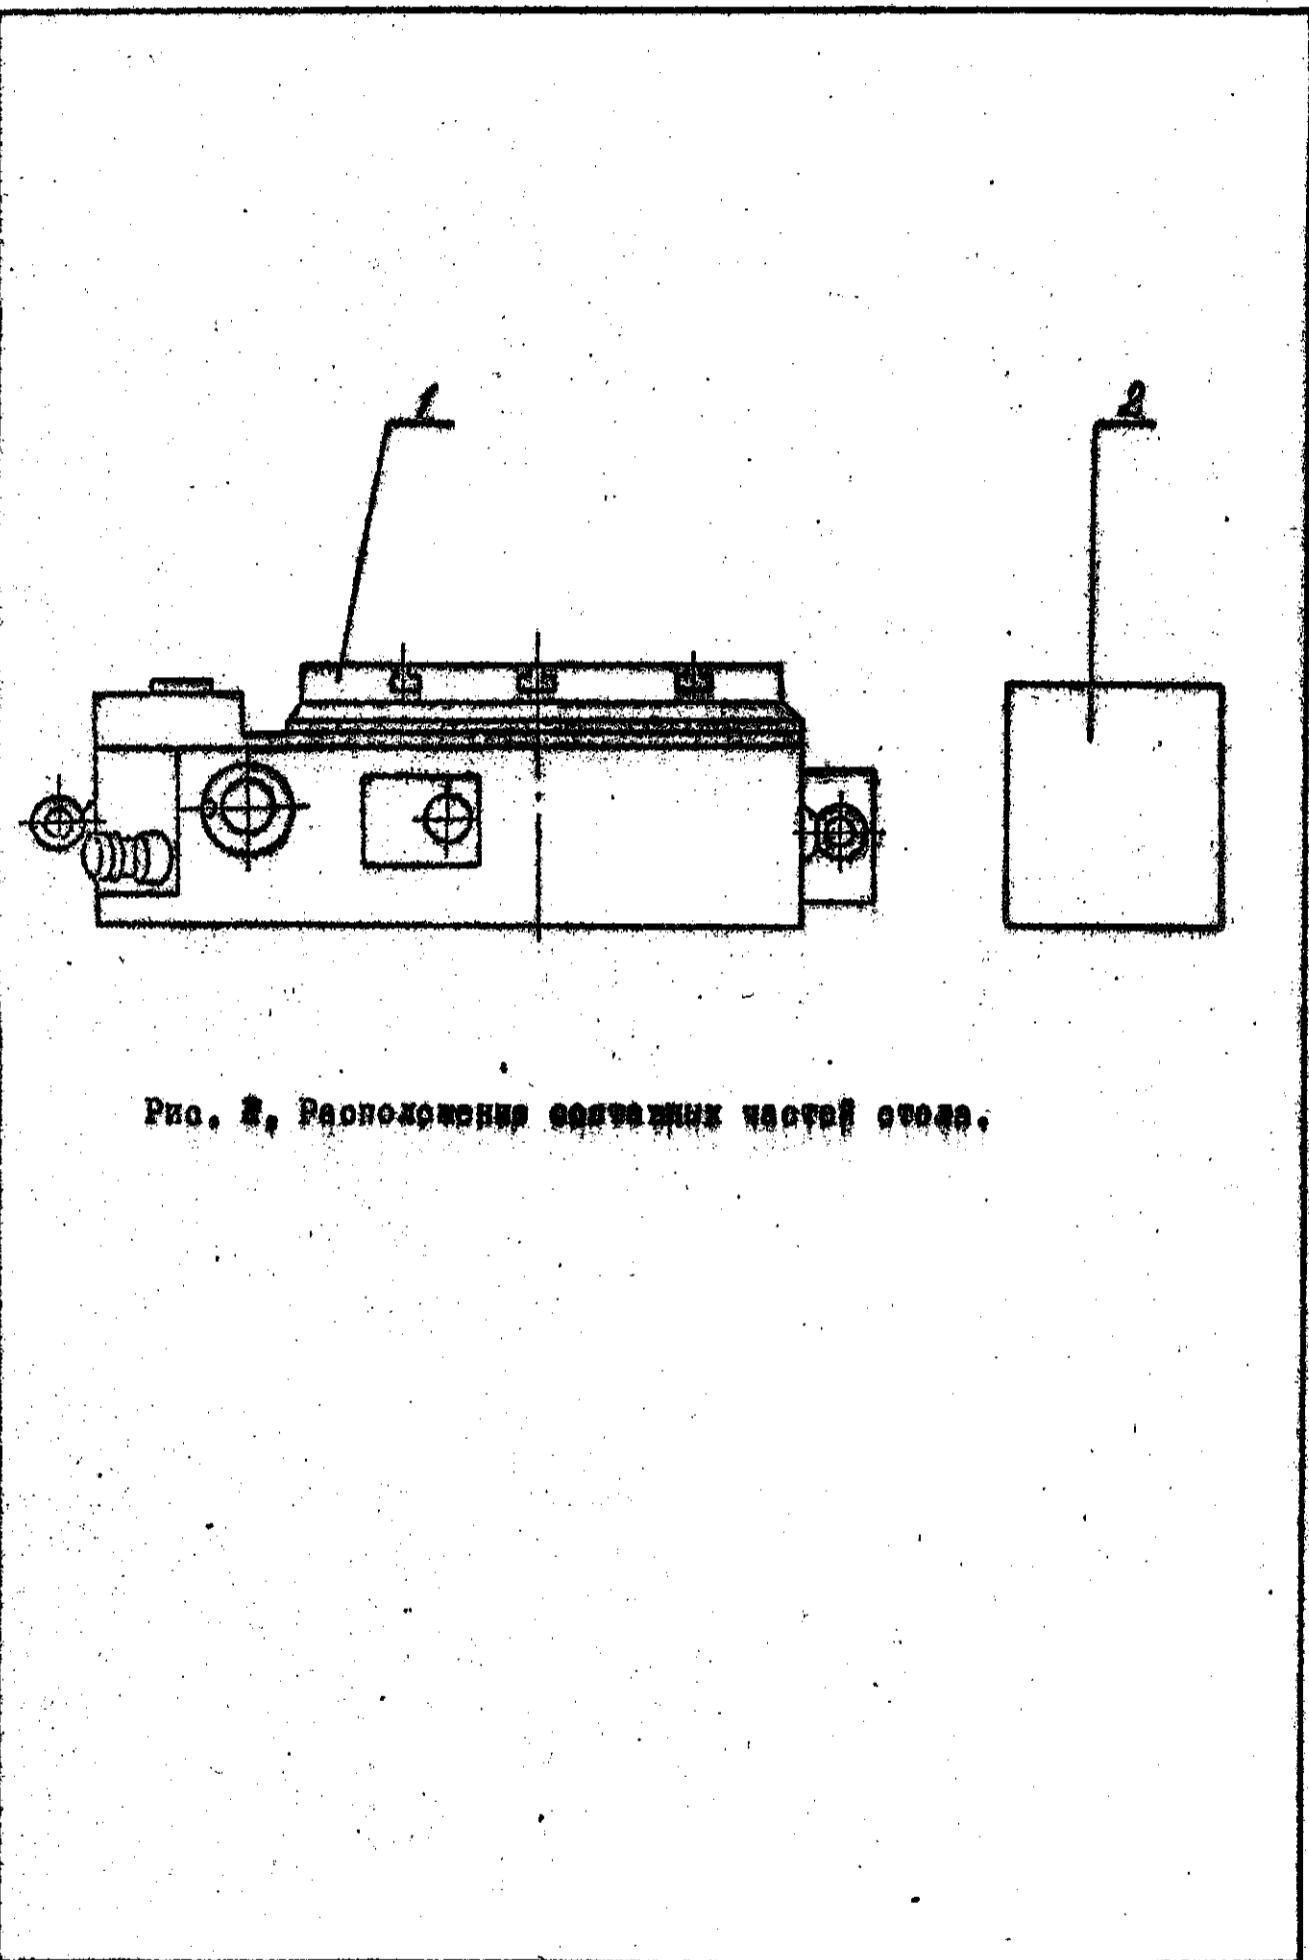

Рис. 2. Расположение основных частей стойки.
**I.2.1. Общий вид с обозначением составных частей стола/Рис.2/**